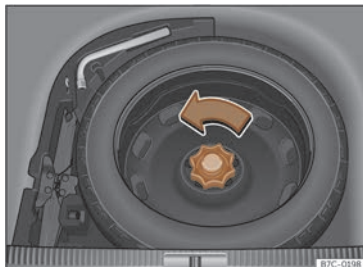

Fig. 233 Al maleter: pis de càrrega alçat.
- Gireu la rodeta en sentit contrari al de les agulles del rellotge»» fig. 233.